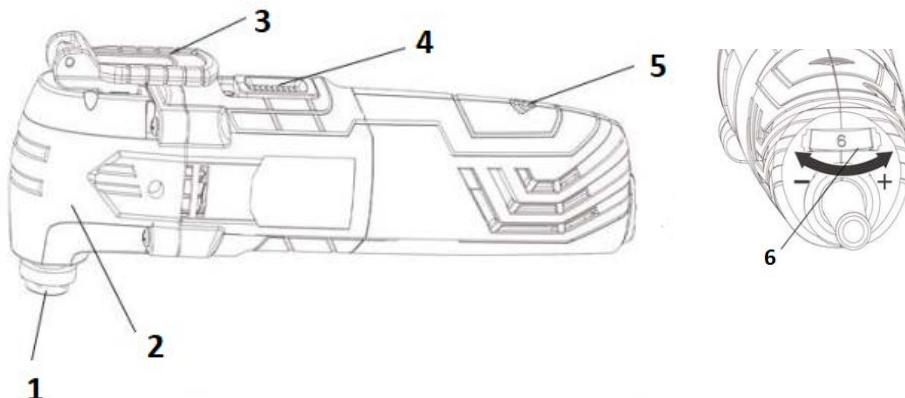

Рисунок 1
2.2.1 Конструкція виробу складається з редуктора в металевому корпусі (2), який приєднаний до пластикового несучого корпусу з колекторним двигуном змінного 1-фазного струму, перемикачем (4), мережевим шнуром живлення згідно з рис.1. Вихідний вал редуктора розташований перпендикулярно осі двигуна і є робочим шпінделем для приєднання змінних насадок (1) з фіксацією затискою гайкою. На металевому корпусі (2) виконані нарізні монтажні отвори для встановлення передньої рукоятки. Електрична частина виробу складається з колекторного однофазного електродвигуна змінного струму, вимикача електроструму, індикатора живлення (5) з'єднувальних проводів і мережевого шнура. Захист від ураження електричним струмом користувача у виробу відповідає класу II за ДСТУ EN 61140:2015.
- ✓ переведіть важіль (1, рис. 1) у робоче положення для зміни насадки (Рис 2.1);
- ✓ переведіть важіль (1) у робоче початкове положення (Рис 2.1, 2.4).